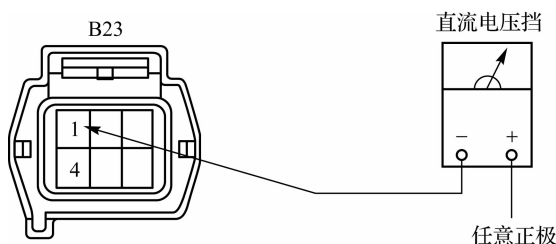

图 2-76 温控开关电源的检测
(1)在已经拔下的温度传感器 B23 黑色线束插头(母)的 1 脚连接直流电压的黑表笔,红表笔连接任意正极或 B23 的 6 脚,如图 2-76 所示。